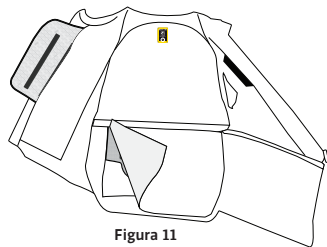

Figura 11
1. Accedere all'apertura nella parte interna del gilet aprendo la zip e i ganci (Figura 11).